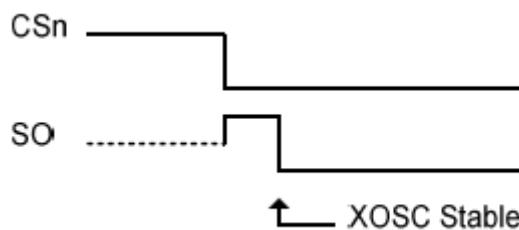

图 21 上电复位
**CC1100E** 复位完成后，芯片将处于 IDLE 状态，同时晶体振荡器开始工作。如果芯片拥有足够的时间让该晶体振荡器在上电复位以后稳定，那么 SO 引脚将会在 CSn 电平变低后立即变低。如果 CSn 电平在复位完成以前变低，则 SO 引脚会在变低之前先变高，其表明晶体振荡器还没有稳定，如图 21 所示。